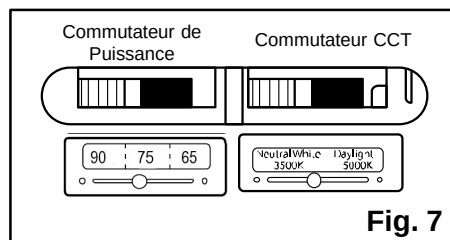

Fig. 7
5. Du côté de l'appareil, utilisez le **commutateur de puissance** pour contrôler la gradation et le **commutateur CCT** pour régler la température de la lumière. (Fig. 7)